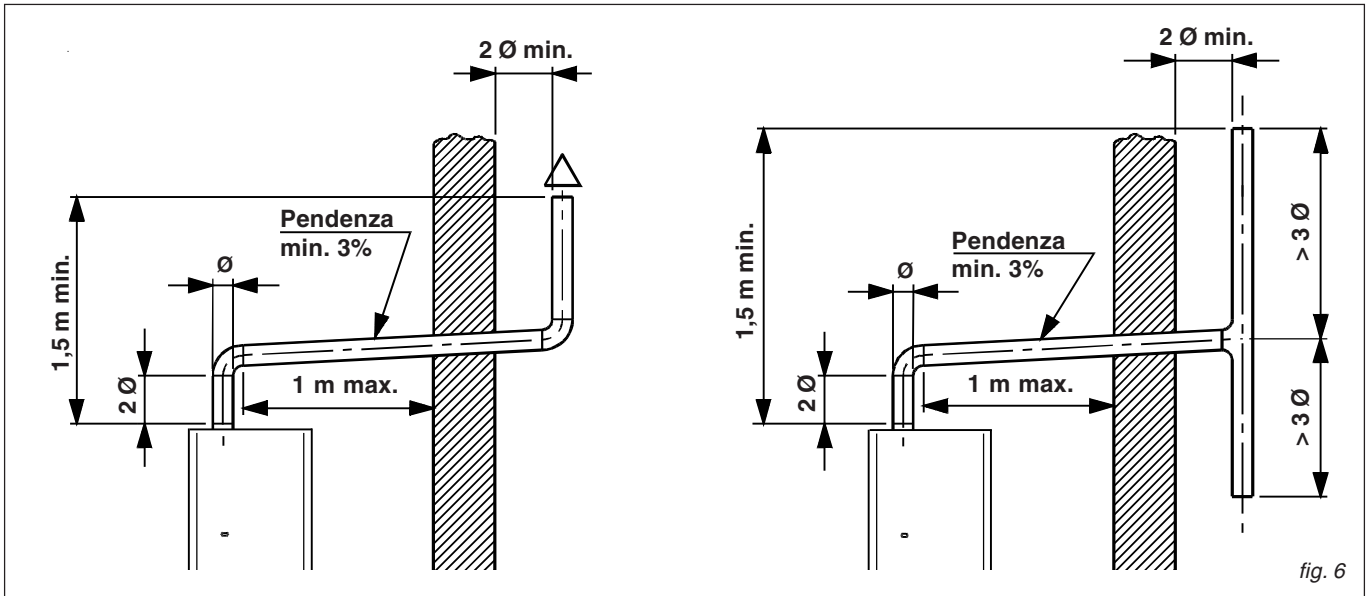

fig. 6
- Il terminale di tiraggio deve sovrastare di almeno 1,5 metri l'attacco del condotto di scarico sulla caldaia (vedi fig. 6).